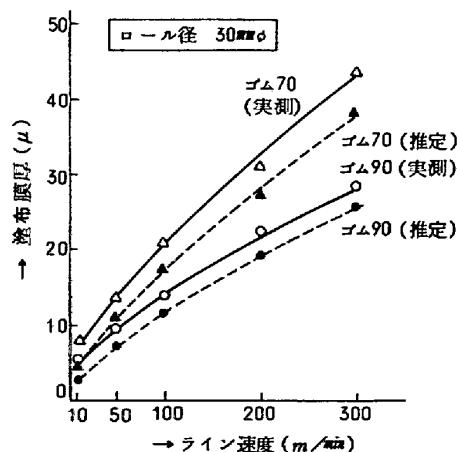

図3. 推定値と実測値
(3)推定値について実験範囲外の小径ロールでの確認を実験的に求め、図3に推定値と実験値の比較をした。